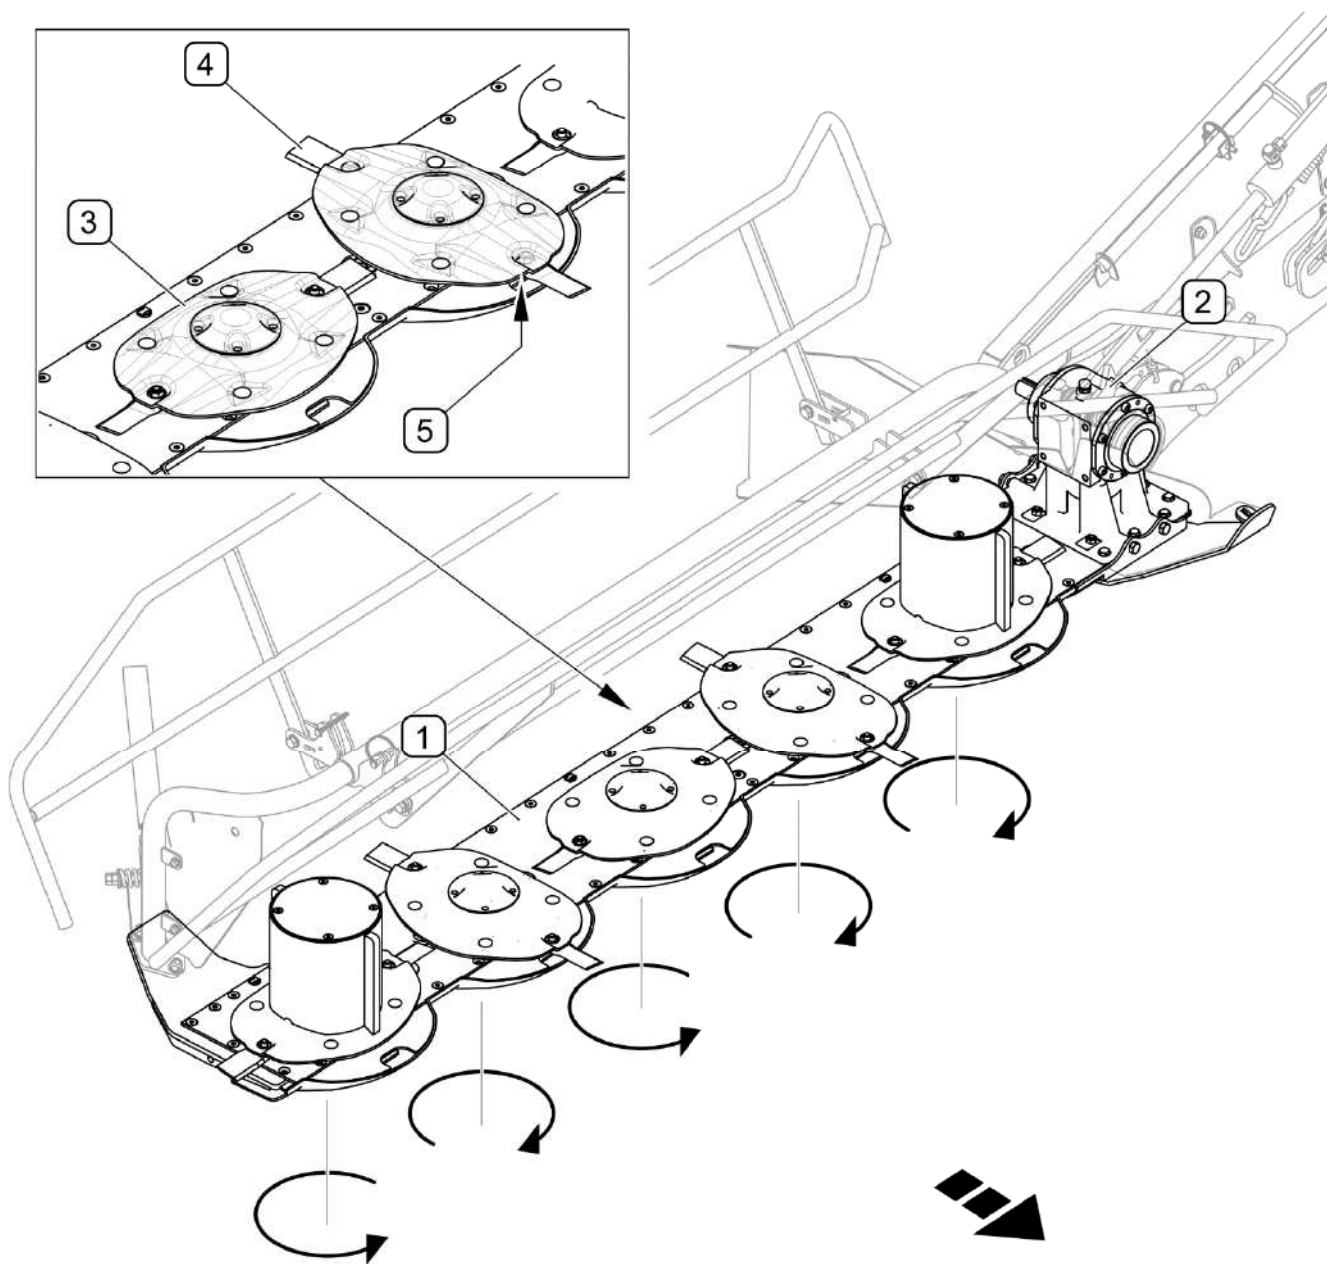

РИСУНОК 3.4 Режущий аппарат
(1) - режущий брус; (2) - угловая передача; (3) - режущий диск; (4) - нож;
Режущий аппарат косилки PDK220 состоит из режущего бруса (1), на котором крепится угловая передача (2). На режущем брус крепятся пять режущих дисков (3). На каждом режущем диске имеются два срезающих ножа (4)- правый или левый, в зависимости от направления вращения диска. Ножи крепятся к дискам при помощи держателей (5). Направление вращения отдельных дисков - см. РИСУНОК 3.4.